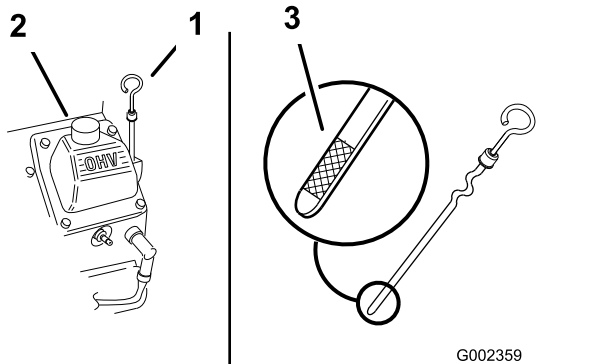

Figura 152
1. Curăți zona din jurul buonului de umplere cu ulei și din jurul jojei (Figura 152).